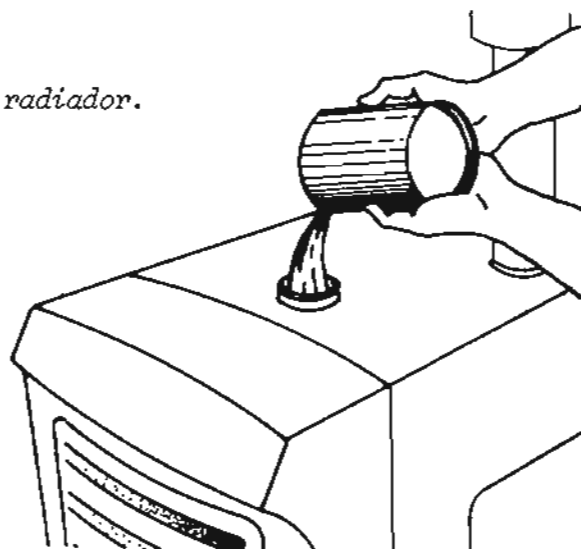

Fig. 1
- c Complete el nivel, si es necesario (fig. 1).